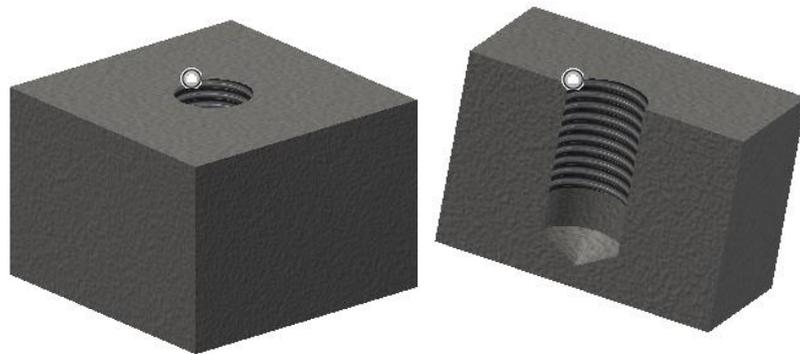

Рис. 4.11. Модель глухого отверстия с резьбой
5. Нажмите кнопку «OK». Модель гнезда примет вид, как показано на рис. 4.11.